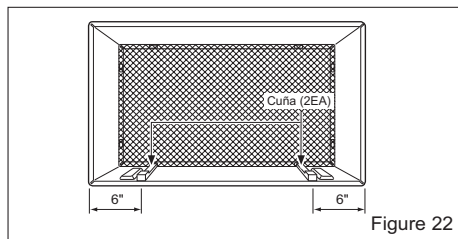

Figure 22
- 7** Para lograr una pendiente de posterior para el drenaje de la unidad, retire el envoltorio de las cuñas de 11-13/16" y acóplelas según se muestra a continuación en la Figure 22. Coloque el extremo más alto de la cuña en la parte frontal de la base del soporte de pared.